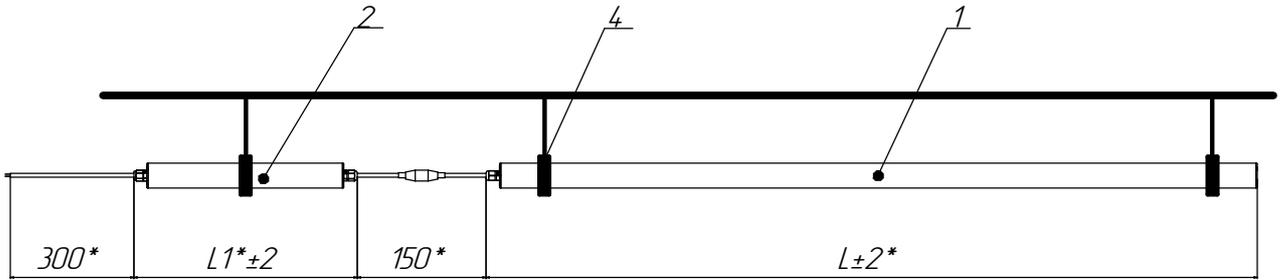

Рисунок 1 - Общий вид светильников
3.2 Светильник в соответствии с рис.1 состоит из корпуса в сборе поз.1, внутри корпуса размещена панель в сборе со светодиодными модулями, источника питания поз.2, скоб для подвеса светильника поз.4.